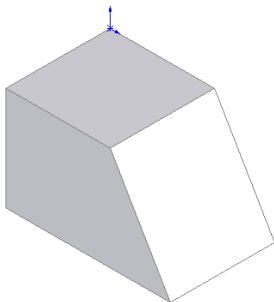

图 3-116 拔模的图形
**07** 确认拔模特征。单击“拔模”属性管理器中的“确定”图标按钮，结果如图 3-116 所示。